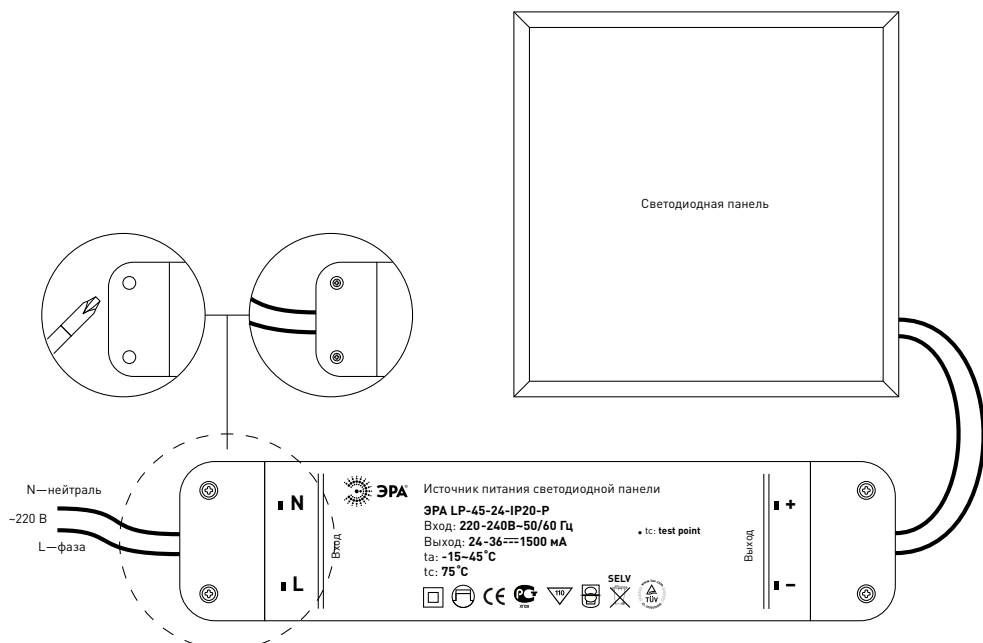

Рис.1. Подключение светодиодной панели к сети переменного тока 220В.
3.2.2. При отключенном питании необходимо подключить нейтральный и фазный провода сетевого кабеля (в комплект не входит) соответственно к нейтральному и фазному контакту источника питания (N – нейтраль, L – фаза), см. рис. 1.